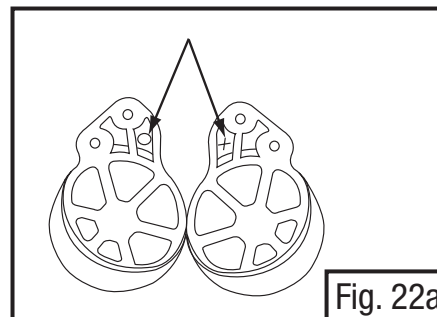

Fig. 22a
- Inspeção a montagem plástica preta dos protetores auriculares e localize o “X” e “O” marcados no plástico. Existe um lado direito e um esquerdo (concha do protetor). Quando em uso, o lado marcado com o “X” deve estar no lado direito do equipamento de cabeça, e a montagem com o “O” deve estar no lado esquerdo (isto é, “X” na direita, “O” na esquerda). Fig. 22a mostra a localização de “X” e “O” marcados na montagem.